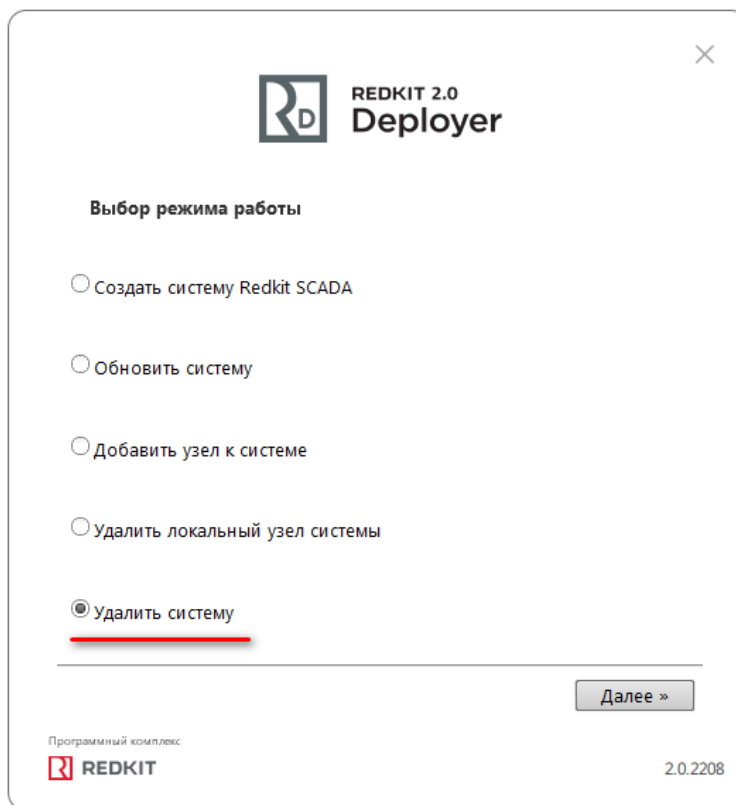

Рисунок 404 - Удаление системы
2. Выберите соответствующий режим (Рисунок 404). Нажмите **Далее**.